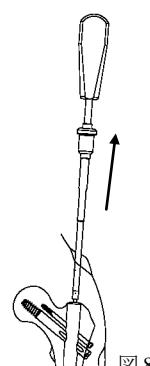

図 8
- 7) エクストラスクリューが固着して抜けない場合は、一旦 IPT ネイル抜去用アダプタ (L) を取り外し、ロッキングエクストラクター用ユニバーサル T レンチを用い、抜去用ラグスクリューT レンチを把持しながらネイル内部六角部を完全に緩めます (図 5)。グリップハンドルに装着した SS ロッキングエクストラクター用ドライバーをセットスクリューにねじ込み、グリップハンドルを引き上げてセットスクリューの固着を外した後、再度エクストラスクリューを六角 3.5 ドライバーにて抜去します。 (図 8)